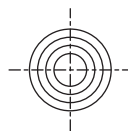

図2 歯形
②くい込み深さは、120%のオーバーロードでも（容量によって深さに差があります。）0.2～0.5mm程度と浅く、一般クランプに比較すると約1/2の深さです。また歯形は円形状となっており、有害な圧痕傷が残らず安心です。（図2をご参照ください）